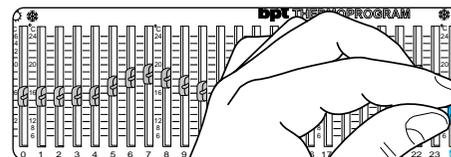

Fig. 27
9.5 - Spostare il cursore  (fig. 27) in corrispondenza della temperatura desiderata.